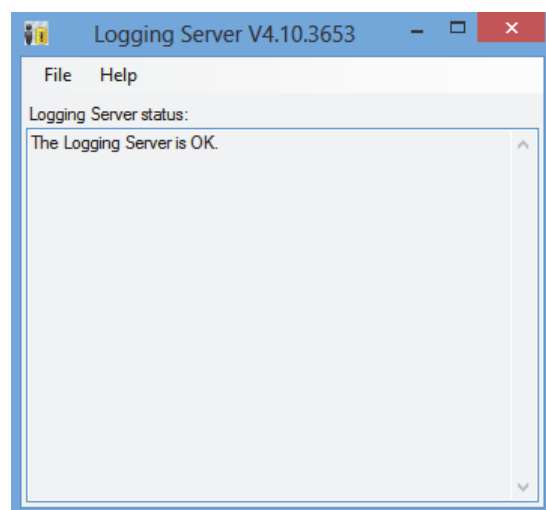

figura 58.4: Janela principal
- 1 Faça um duplo clique no ícone *Logging Server* (consulte a figura 58.2). Aparece um ecrã semelhante ao da figura 58.4.